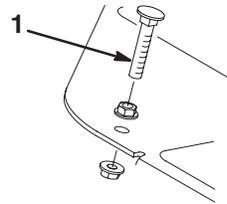

Bild 51
1. Treten Sie auf das Gaspedal. Wenn das Pedal den Anschlag erreicht (Bild 51), bevor das Kabel gespannt ist, müssen Sie die Einstellung ändern:
- A. Lösen Sie die Bundsicherungsmuttern, mit denen der Pedalanschlag an der Bodenplatte befestigt ist (Bild 51).